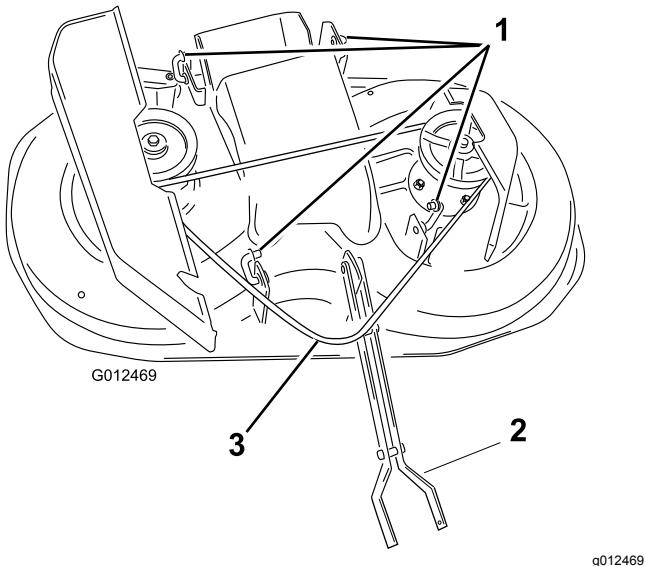

Figura 40
9. Rimuovete la cinghia dalla puleggia della frizione (Figura 40).
11. Rimuovete i perni dai 4 giunti posteriori e rimuovete i giunti dal trattore (Figura 40).
- Nota:** Potete lasciare i giunti montati sul tosaerba, come illustrato nella (Figura 40).